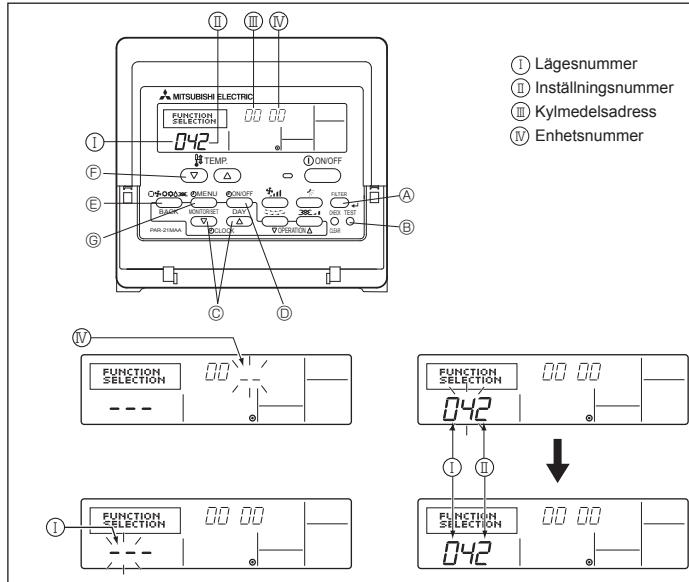

Fig. 6-6
6.3.1. Enhets funktionsinställning (Fig. 6-6)